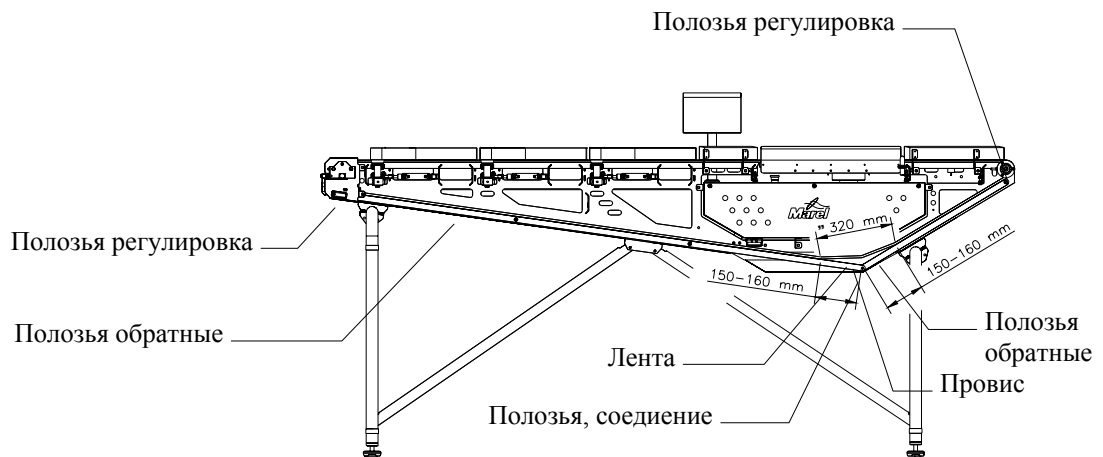

Рис. 18 Натяжение ленты, транспортер в действии.
Еже месячно:	<ul style="list-style-type: none">• Проверять кнопку аварийного останова.• Проверить уловитель воды (пневмосистема).• Проверить натяжение и общее состояние транспортной ленты (см. Рис. 18).• Проверить, что датчик ленты не выступает из
- натяжение ленты правильное (см. Рис. 18)
Натяжение ленты (провис) должно быть как можно ближе к значениям, как на Рис. 18.
При регулировке натяжения (провиса) ленты, нужно слегка ослабить регулировочный кронштейн и затем слегка двигать мотор вперед/назад, пока не будет достигнут провис согласно Рис. 18.
- 3 Вручную двигать мотор вперед или назад и при достижении провиса согласно Рис. 18, затянуть кронштейн.